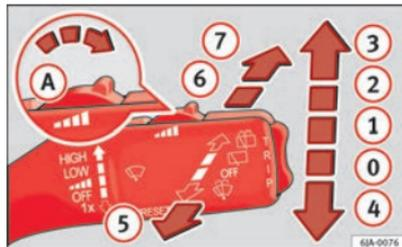

Fig. 65 Le levier d'essuie-glace
- Si vous souhaitez simplement laver **brèvement** le pare-brise, déplacez le levier vers le bas jusqu'à la position **(4)** ⇒ fig. 65. ▶
- Poussez le levier vers l'avant jusqu'au cran ① ⇒ fig. 65.
- Poussez le levier vers l'avant jusqu'au cran ② ⇒ fig. 65.
- Poussez le levier vers l'avant jusqu'au cran ③ ⇒ fig. 65.
- Tirez le levier vers le volant, sur la position ⑤ ⇒ fig. 65, pour que le lave-glace et les essuie-glace fonctionnent.
- Poussez le levier vers l'avant jusqu'au cran ⑥ ⇒ fig. 65 et l'essuie-glace arrière s'enclenche toutes les 6 secondes.
- Poussez complètement le levier vers l'avant jusqu'à la position ⑦ ⇒ fig. 65 pour que le lave-glace et l'essuie-glace arrière fonctionnent simultanément.
- Lâchez le levier. Le lave-glace arrière cesse de fonctionner, alors que l'essuie-glace arrière continue à fonctionner pendant 1 à 3 balayages (en fonction du temps de fonctionnement du gicleur). **En le relâchant, le levier reste sur la position ⑥.**
- Déplacez le levier jusqu'à la position ⑧ ⇒ fig. 65. ■
Lorsque les feux de croisement ou de route sont allumés, si vous levez le levier sur la position ⑤ ⇒ fig. 65, les lave-projecteurs s'enclenchent brièvement. Les lave-projecteurs s'enclenchent également toutes les dix activations du lave-glace.
- Appuyez sur le levier jusqu'à la position ④ ⇒ fig. 65 ⇒ page 109, les bras d'essuie-glace se placent en position d'entretien.
- Mettez le contact d'allumage et appuyez sur le levier jusqu'à la position ④ ⇒ fig. 65 ⇒ page 109, les bras d'essuie-glace se placent en position normale.